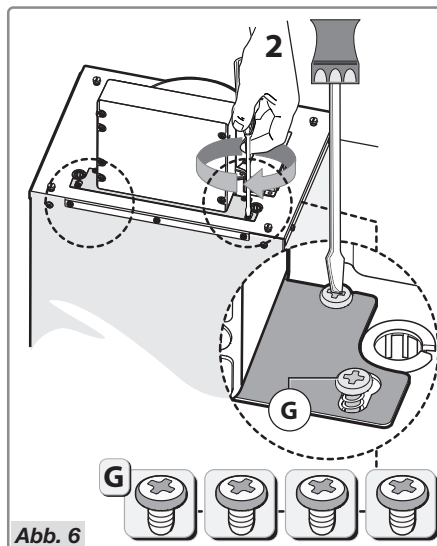

Abb. 6
- Befestigen Sie die Halterung mit den 4 Schrauben **G**, wie in Abbildung 6 dargestellt.